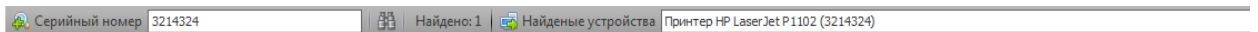

Рисунок 25
- - Меню поиска устройств по серийному номеру (Рис. 25)